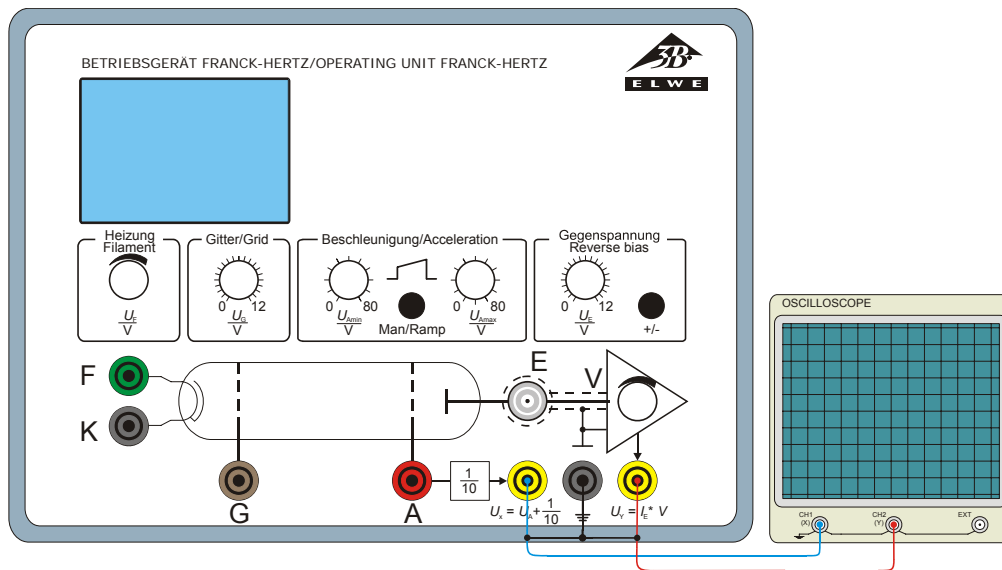

Fig. 7 Conexión de un osciloscopio en el aparato de operación para el experimento de Franck-Hertz
- Se conecta la salida Ux del aparato de operación para el experimento de Franck-Hertz en el canal 1 (desviación  $-x$ ) y la salida Uy en el canal 2 (desviación  $-y$ ) del osciloscopio (ver Fig. 7).